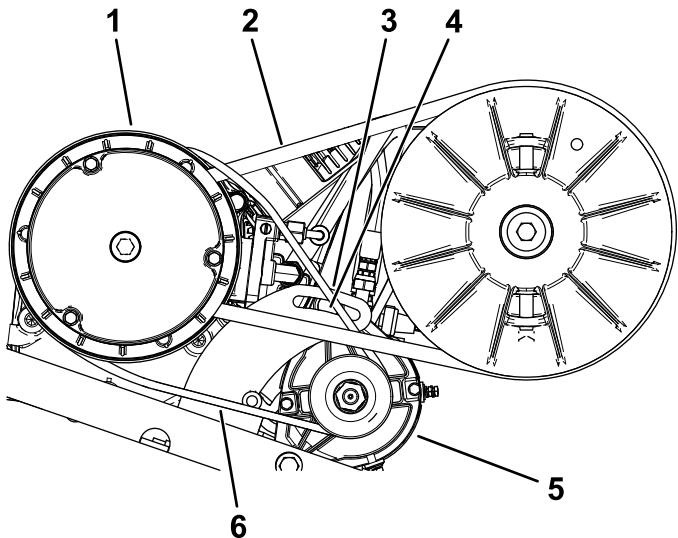

Figure 67
2. Desserrez l'écrou de pivot de l'alterno-démarreur (Figure 67).
4. Appuyez sur le levier pour faire pivoter le démarreur vers le bas dans la fente jusqu'à ce que la tension de la courroie produise une flèche de seulement 6 mm (1/4 po) quand une force de 44 N·m (10 pi-lb) est appliquée (Figure 67).
5. Serrez l'écrou de pivot à la main et enlevez le levier (Figure 67).